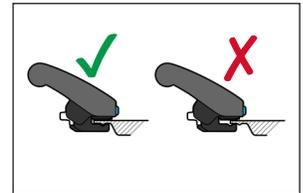

Abb. 7
2. Drücken Sie den Griff fest auf den InfinityEdge der Vorrichtung, bis die Griffklemme vollständig sitzt (Abb. 7).